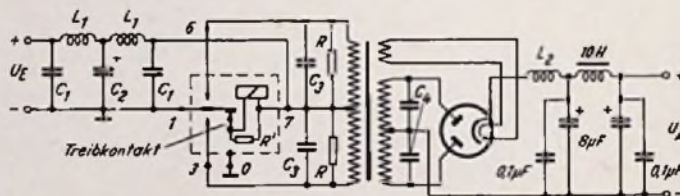
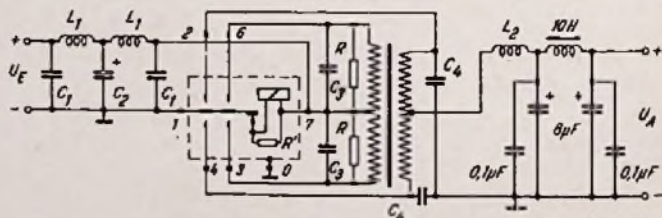
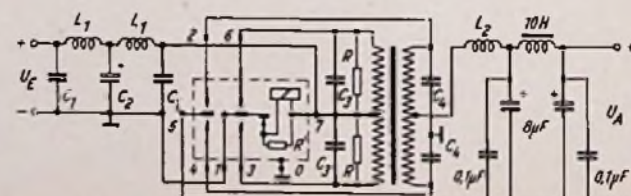

Bild 6. Schaltungsbeispiel für einen Wechselrichter; Gegentaktzerhacker ohne Wiedergleichrichtung
Bild 7. Schaltungsbeispiel für einen Wechselrichter; Gegentaktzerhacker mit Wiedergleichrichtung
Bild 8. Schaltungsbeispiel für einen Wechselrichter; Gegentaktzerhacker mit Wiedergleichrichtung und mit isolierten Zungenhälften
1. Die Firma NSF bezeichnet alle Zerhacker mit der Kennzahl 32. Die Ziffer hinter dem Schrägstrich weist auf den Schaltmechanismus hin. 1 = Gegentakt ohne Wiedergleichrichtung (siehe Bild 6), 2 = Gegentakt mit Wiedergleichrichtung (siehe Bild 7). NT = Niedervolttyp mit besonderem Treibkontakt. Die auf NT folgende Ziffer bezeichnet die Speisespannung. Ein 1 hinter NT (z. B. 32/2 NT 1) bedeutet, daß der Zerhacker mit isolierten Zungen ausgestattet ist (siehe Bild 8).
(wie Schaltungsbeispiel Bild 6) folgen. Das mit dieser Schaltung erzielbare Resultat sieht zahlenmäßig so aus:
Enthält der Wechselrichter einen Gegentaktzerhacker mit Wiedergleichrichtung (Bild 7 und 8), dann muß immer der Pluspol der Gleichspannungsquelle an den Mittelabgriff der Übertrager-Primärwicklung geschaltet werden.
Wechselrichter der Industrie entsprechen grundsätzlich obigen Ausführungen. Für spezielle Erfordernisse erscheint es angebracht, sich die Konstruktionen der Empfängerfabriken, die auf umfangreichen Erfahrungen beruhen, als Vorbild dienen zu lassen. In Bild 11 ist die Stromversorgung des Heim-Auto-Empfängers Elomar RAW 4 E für Batteriebetrieb gezeigt. Der Wechselrichter enthält den NSF-Zerhacker 32/1 NT 6, also einen einpaarigen Gegentakt-Typ. Es fällt auf, daß hier nur ein Funkenlöschkondensator ( $C_3$ ) vorgesehen wurde, der zwischen Plus- und Minuspol der Batterie geschaltet ist. Der Philips-Autosuper ND 491 V enthält einen Zerhacker, Typ 7946-07, mit Wiedergleichrichtung (Bild 12). Die Funkenlöschung erfolgt hier durch die über jede Hälfte der Übertrager-Sekundärwicklung in Reihe geschalteten Widerstände  $R$  und Kondensatoren  $C_3$ , die gleichzeitig für die Funkenstörung sorgen und von den Kondensatoren  $C_4$  unterstützt werden. Zu beachten ist bei allen Wechselrichterschaltungen die Funkenstörung, die mit den üblichen Mitteln, nämlich Drosselspulen und Kondensatoren, durchgeführt wird. Die in den Beispielen Bild 6 bis 8 vorgesehenen Drosselspulen  $L_1$  und  $L_2$  finden sich in gleicher oder ähnlicher Weise auch in den Schaltungen Bild 2, 11 und 12.
Last bedeutet, durch die schädliche Stromspitzen entstehen können. Besonders beim Einschalten müssen die Kontakte einen größeren Stromstoß aushalten, der zu starker Lichtbogenbildung führt, weil die magnetische Induktion im Übertragereisen während des ersten Schließens der Zehackerkontakte bedeutend höher ist als während des Betriebes. Eine gewisse Dämpfung wird bereits durch einen Widerstand parallel zur Treibspule erzielt (Dämpfungswiderstand  $R'$  in Bild 6, 7, 8 und 11), dessen Widerstandswert, je nach Zehackertyp, zwischen 10 und 1000  $\Omega$  liegt. Des weiteren können die durch den Übertrager selbst verursachten Stromspitzen dadurch auf ein erträgliches Maß herabgesetzt werden, daß für den Scheitelwert der Induktion im Übertragereisen maximal 5500 Gauß zugelassen werden, bezogen auf sinusförmigen Wechselstrom und 105 Hz (in normalen Netztransformatoren etwa 11 000 Gauß). Die geringe Feldliniendichte bedingt mehr Windungen der Primärwicklung, wodurch ebenfalls eine Abflachung der Stromspitzen erfolgt.